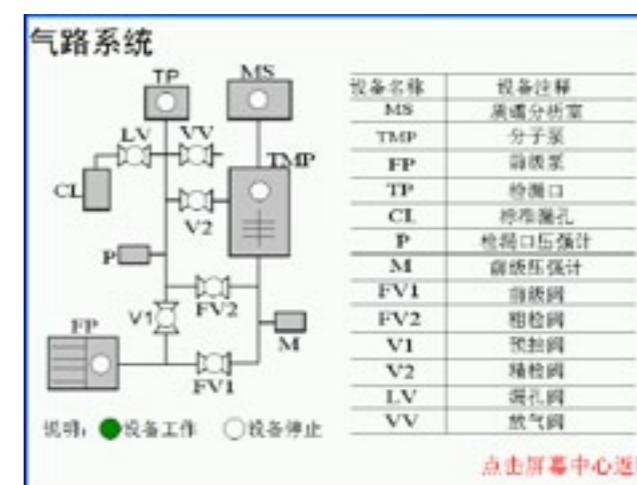

图 4-4 气路系统说明界面
- 气路系统区：显示屏左边白色区域，可以看到整个仪器的气路系统状况，红灯亮时，表示该设备处于工作或正常状态，点击此区域可以进入气路系统的详细说明界面，如图 4-4 所示，点击屏幕中心返回系统操作界面。